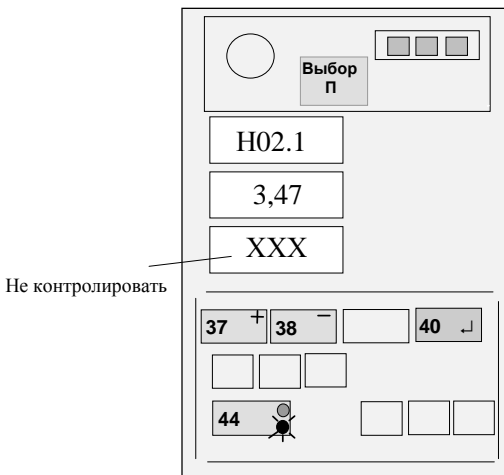

Рисунок 14
4.5.6.4. Нажимая кнопки "+" (37) и "-" (38), набрать на среднем ИЖЦ значение вылета, указанного в правом столбце таблицы 4 (см. рисунок 14) для установленного значения вылета по рулетке.
4.5.6.5. Нажать на время 1 с кнопку “┘” (40) и, проконтролировать короткий звуковой сигнал, отпустить кнопку (см.рисунок 14).